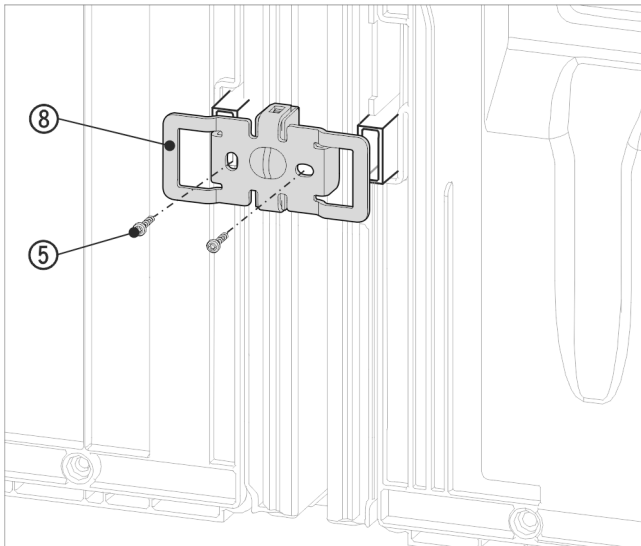

Fig. 19 Példaként szolgáló ábrázolás
- ▶ Tolja rá ismét a rögzítővasat Fig. 19 (8) a bemarásokkal a fali távtartó számára kialakított felvőre.
- ▶ Rögzítse 2 csavarral Fig. 19 (5).